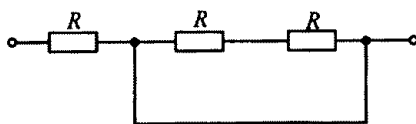

Рис. 19
1.33. Каково эквивалентное сопротивление цепи, показанной на рис. 19, если все резисторы в ней имеют одинаковое сопротивление R ?